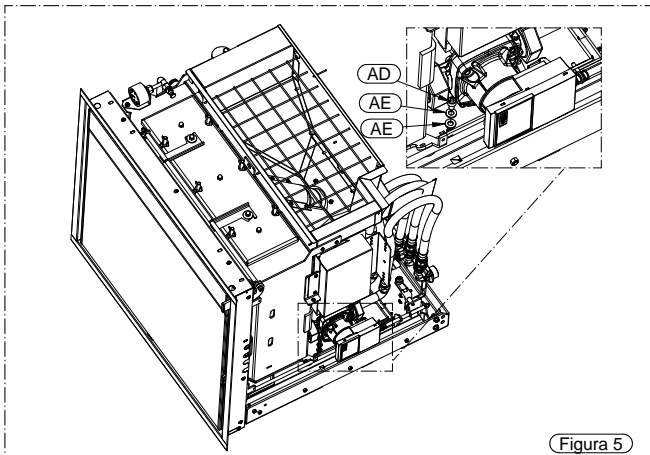
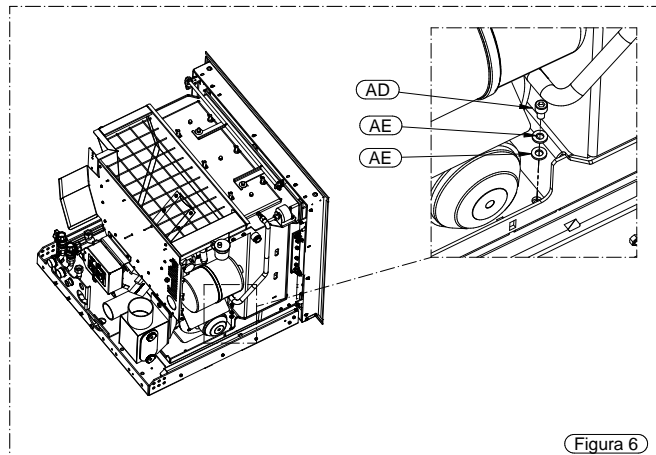

Figura 5
Figura 6
- Togliere le viti AD e relative rondelle AE come indicato nella Figura 5 e Figura 6.